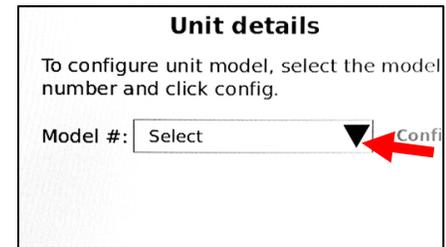

Figure 16
- e) Le contrôleur affiche l'écran de configuration du modèle # (voir Figure 16).
- f) Appuyez sur la flèche vers le bas (voir Figure 16).